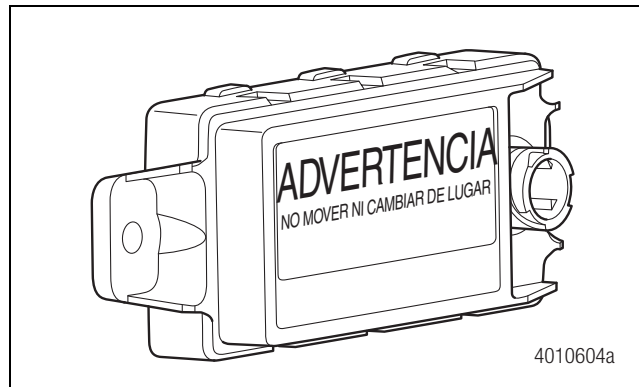
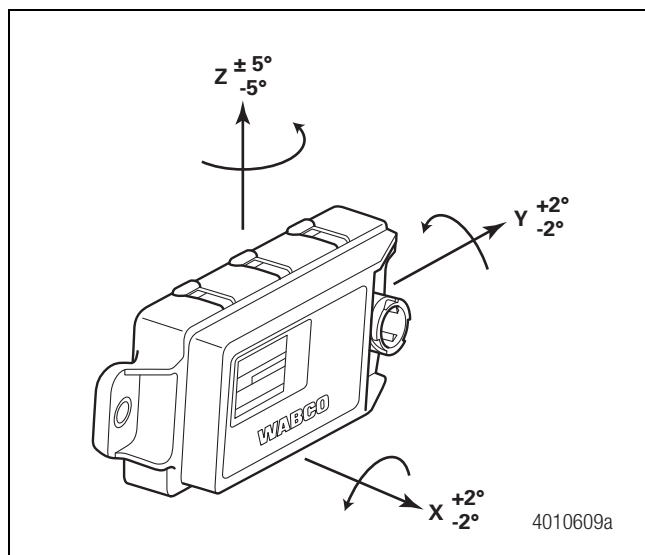

Figura 4.15
Figura 4.16
4. Desconecte del módulo ESC los conectores del arnés de cableado. Figura 4.15 y Figura 4.16.